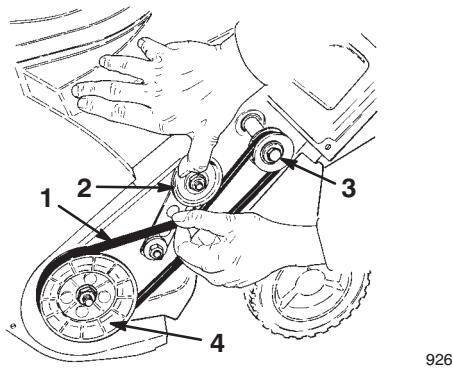

Figure 11
6. Tirez légèrement la poulie de tension vers le haut tout en sortant la courroie d' entraînement usagée. Laissez la poulie se détendre progressivement quand elle a dépassé la courroie (Fig. 11).
7. Tournez la turbine et extraire la courroie usagée de la poulie. La courroie doit sortir facilement de la poulie d' entraînement (Fig. 11).
8. Enroulez la courroie de rechange sur la poulie d' entraînement. Saisissez la courroie d' entraînement neuve, glissez-la sur la poulie de turbine et tournez la turbine jusqu'à ce que la courroie soit entièrement installée (Fig. 11).